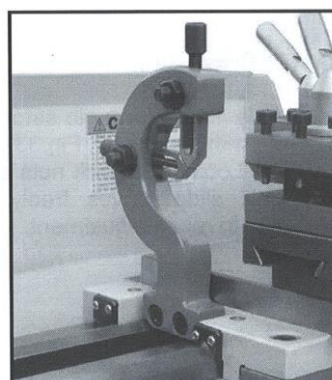
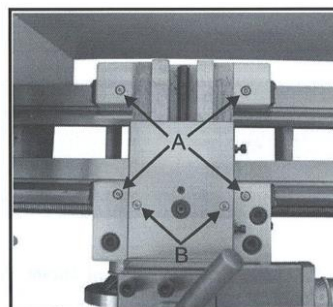

Рис. 31
Рис. 36
1. Ослабьте три шестигранные гайки (А, рис. 31).
2. Ослабьте винт с накатанной головкой (В, рис. 36) и разведите подвижные зажимы (С, рис. 31) до тех пор, пока зажим неподвижного люнета не охватит заготовку. Зафиксируйте неподвижный люнет.
3. Затяните винты с накатанной головкой так, чтобы зажимы охватывали заготовку, но не прилегали к ней плотно. Затяните три гайки (А, рис. 31). Смажьте точки скольжения машинным маслом.
Подвижной люнет устанавливается на суппорте и повторяет движения токарного резца. Для этого требуются только два подвижных зажима. На месте третьего зажима находится токарный резец. Подвижной люнет используется для обточки длинных, тонких заготовок. Он предотвращает изгибание заготовки под нажимом токарного резца (рис. 31).
Ежедневно выполняйте смазку через четыре смазочных отверстия (А, рис. 36) машинным маслом И-20.
Ежедневно выполняйте смазку через два смазочных отверстия (В, рис. 36) машинным маслом И-20.